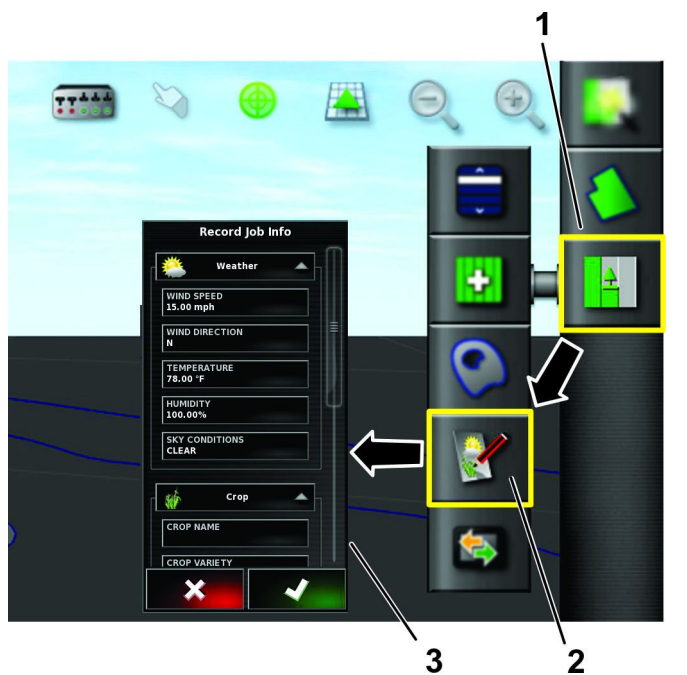

图 24
2. 按作业图标图 24。
3. 按记录作业信息图标图 24。